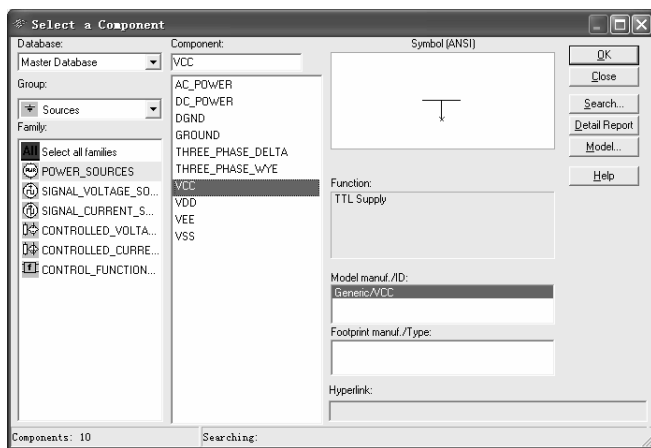

图 3-19 电源库
1) 电源 (Source) 库: 其对应元器件系列 (Family), 如图 3-19 所示。